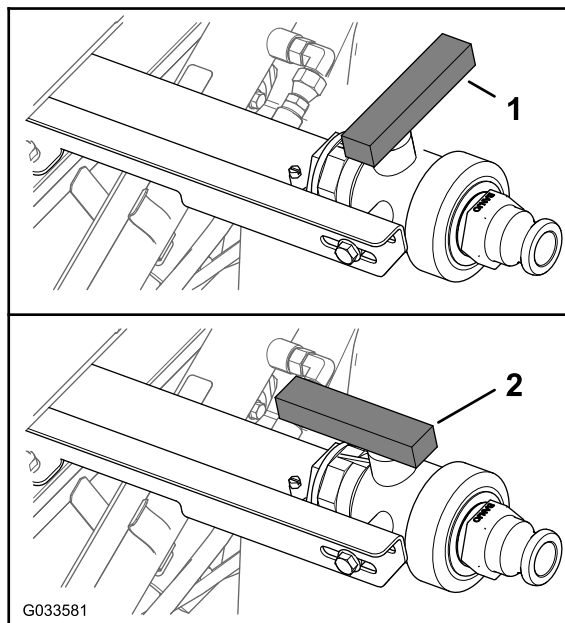

Figure 83
3. Ouvrez le robinet pour vidanger tout le produit inutilisé qui reste dans la cuve (Figure 83).
4. Fermez le robinet de vidange (Figure 83).